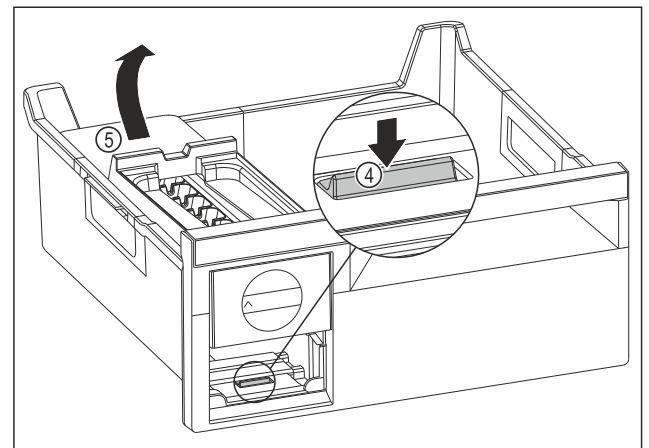

Fig. 87
- EasyTwist-Ice-Korpus entnehmen: Lasche Fig. 87 (4) mit Finger nach unten drücken und gleichzeitig mit der anderen Hand den EasyTwist-Ice-Korpus Fig. 87 (5) von hinten anheben.